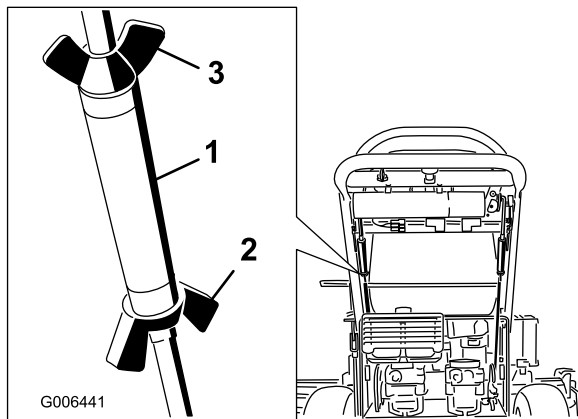

Figura 47
2. Allentate i dadi ad alette sull'asta di comando destra e ruotate il tornichetto verso l'interno o verso l'esterno per assicurarvi che la leva di controllo destra sia centrata in posizione di blocco in folle. Fissate il tornichetto in posizione con i dadi ad alette (Figura 47).
3. Allentate i dadi ad alette sull'asta di comando sinistra e ruotate il tornichetto verso l'interno o verso l'esterno per cambiare l'allineamento. Fissate il tornichetto in posizione con i dadi ad alette (Figura 47).